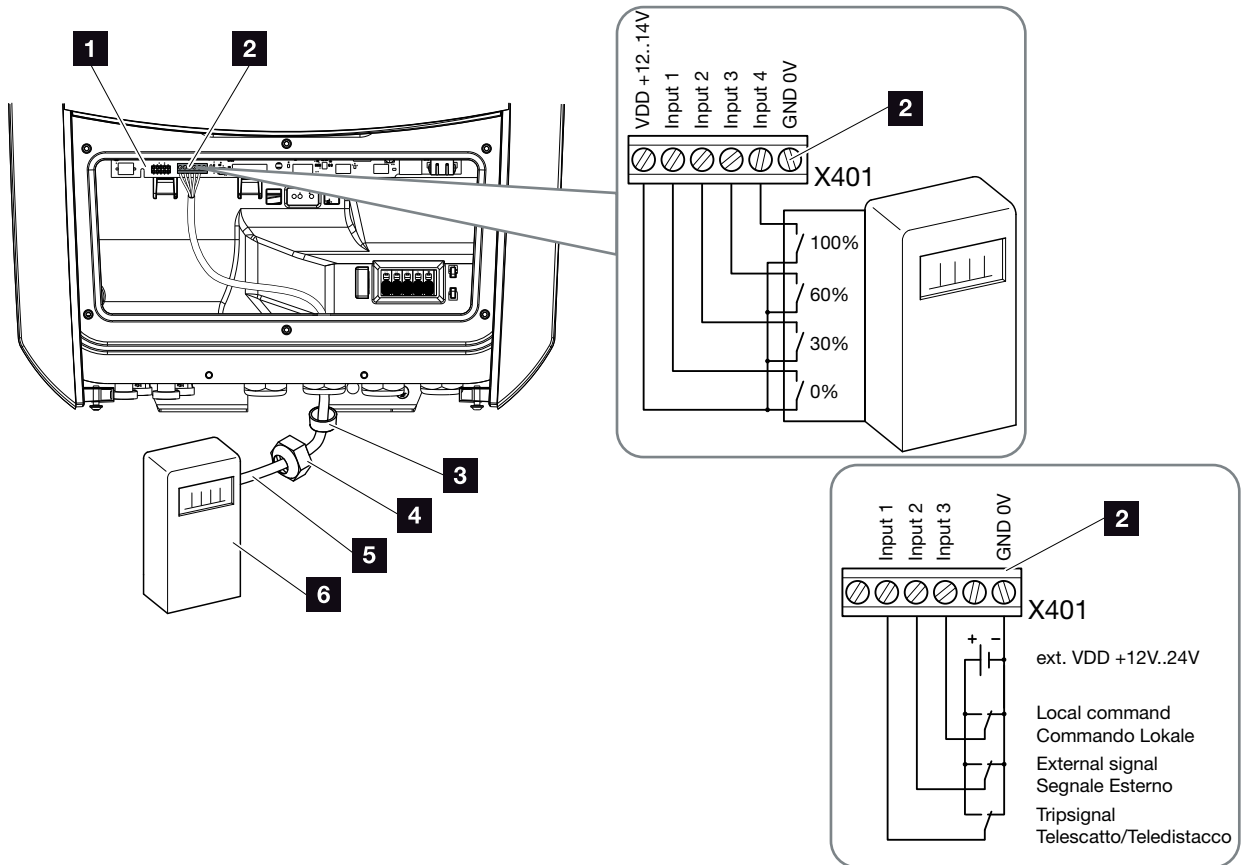

Bild 30: Anslutning av rundstyvningsmottagaren !
4. Anslut kommunikationskabeln från växelriktaren till rundstyrmingsmottagarens anslutningsterminal (åtdragningsvridmoment: 0,2 Nm)  **Bild 30, pos. 2**